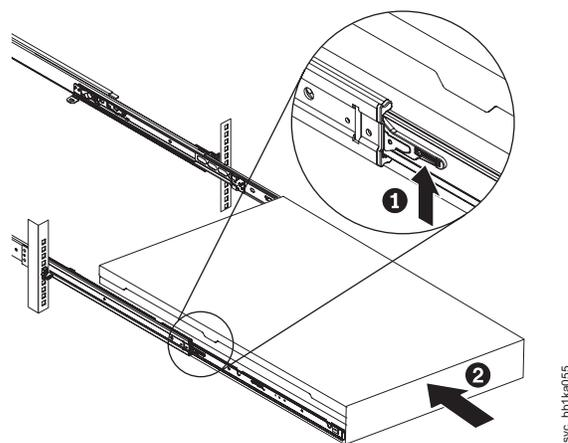

図 41. ラックのスライド・レールの SAN ボリューム・コントローラー 2145-CF8 ロック・レバーを上げる
2. スライド・レール上のロック・レバー (図 41 の **1**) を上げて、サーバー **2** を、所定の位置にカチッと音を立てて収まるまで、ラック内に完全に押し込みます。